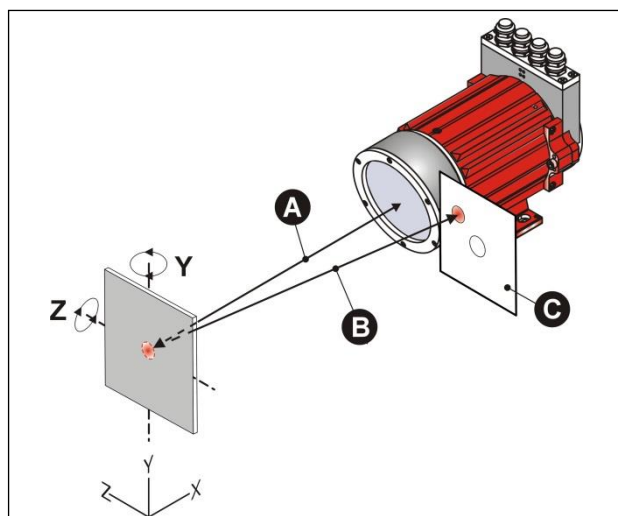

Abbildung 7: Wegleitung der Oberflächenreflektion
- **Abbildung 7: Wegleitung der Oberflächenreflektion:**
- Reflektorfolie in der Y- oder in der Z-Achse so verdrehen, dass sich das Störsignal (B) sicher außerhalb der Laserlinse befindet. Die Neigung der Reflektorfolie dabei trotzdem möglichst gering halten, um Messfehler bedingt durch Fluchtfehler in der Verfahrensbewegung zu minimieren. Wandert der Lichtpunkt z.B. auf der Reflektorfolie hin und her, ergeben sich durch die Schrägstellung kleine Differenzen.